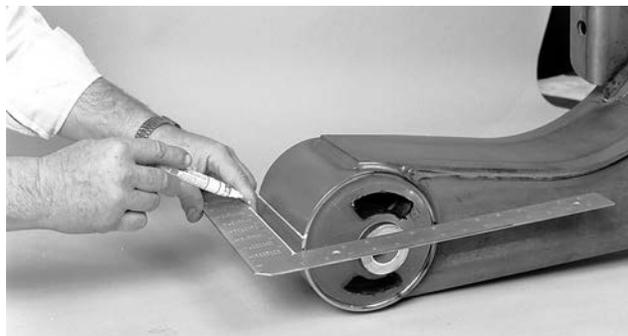

Figura 14: Marcando la orientación del buje en el tubo del buje
2. Utilizando una escuadra y la marca de orientación del buje como punto de referencia, **trase o dibuje** una línea por fuera del tubo del buje (Figura 14). Esta línea indica la orientación del buje existente dentro del tubo del buje y será utilizada para orientar adecuadamente el buje de reemplazo mientras es instalado (Figura 15).